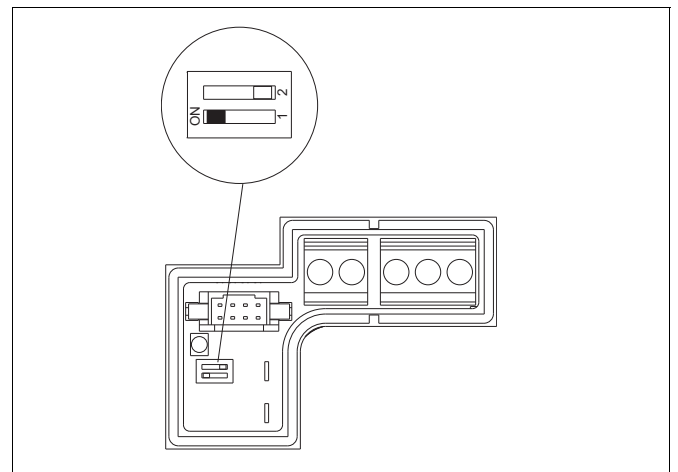

Fig. 32 Proteção contra gravação HART, ND9000H e ND7000H
Para impedir o acesso não autorizado, o Interface de Usuário Local pode ser bloqueado. Neste modo, as medições podem ser visualizadas, mas as configurações e calibrações são proibidas. Pode bloquear e desbloquear o dispositivo somente através do HART (ND9000H, ND7000H) ou da chave DIP (ND9000F, ND9000P), ver Fig. 32 e 33. Quando o Interface de Usuário Local está bloqueado, o símbolo de bloqueio será ativado no mostrador.
O ND9000H e o ND7000H são fornecidos da fábrica com o padrão definido com a proteção contra gravação HART DESLIGADA (OFF). A gravação e alteração de parâmetros é permitida. A proteção HART pode ser habilitada com uma chave (DIP1) localizada na placa de circuito de comunicação por baixo do módulo do Interface de Usuário Local. As alterações que podem influenciar a posição da válvula não podem ser feitas usando o software FieldCare ou HART portátil, quando a chave n.º 1 (no lado esquerdo do bloco de chaves) está LIGADA (ON), Fig. 32.